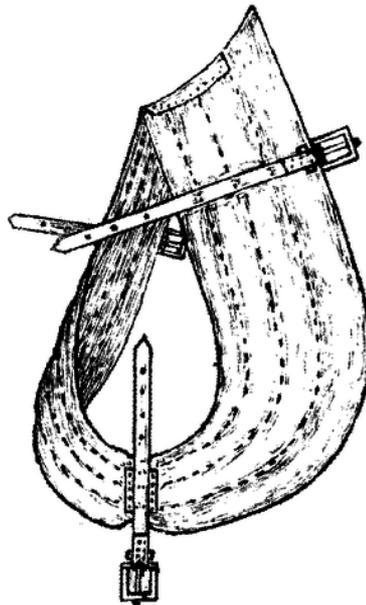
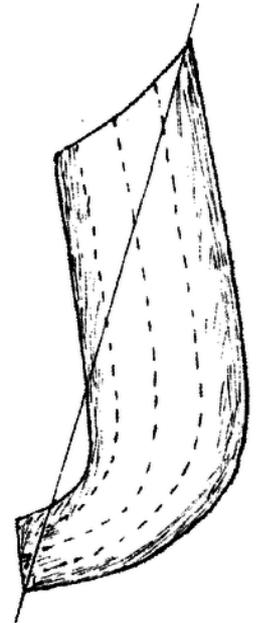

Fig. 1
Fig. 2
**Das Unterkumt.** Unsere heutige Abbildung (Fig. 1) stellt uns ein Unterkumt dar, wie es hauptsächlich beim Train verwendet, d. h. eingeführt ist. Dieses Unterkumt wird wesentlich anders hergestellt, als wie jenes für den privaten Gebrauch. Das Unterkumt wird aus grauem Leinendril angefertigt und mit Reilhaare gefüllt. Man schneide sich vier Teile, wie Fig. 2 zeigt, wovon jeweils zwei Teile mit der Maschine zusammengenäht werden, d. h. oben muss es offen bleiben zur Füllung. Die Grösse der Unterkumte ist verschieden, und zwar Nr. 1 65, Nr. 2 70, Nr. 3 75 und Nr. 4 80 Zentimeter lang. Die Breite ist oben 22, unten 14 und am Zug 24 Zentimeter. Nachdem die vier Teile zu je zwei Teilen zusammengenäht sind, füllt man sie, und zwar so, dass die hintere Wulste stärker gefüllt wird. Man nähe nun die beiden Teile mit Vorderstichen ab, und zwar zuerst die hintere Wulste, welche ziemlich fest sein muss, dann die vordere und zuletzt die mittlere Wulste. Nun muss man beim Zunähen auf die schon genannte Länge bedacht sein. Fig. 2 zeigt uns durch den Strich
an, wie das Unterkumt gemessen wird. Man nähe nun die beiden abgenähten Teile mit festem Faden zusammen und besetze es oben und unten mit einem Lederbelag, dass es einen festen Abschluss bekommt, wie auch in Fig. 1 zu sehen ist. Ferner wird das Unterkumt mit drei Riemen besetzt, wovon die beiden oberen 40 Zentimeter und der untere 32 Zentimeter lang und 20 Millimeter breit sind. Dieselben dienen zum Anschlallen an das Kumt. Die beiden oberen Riemen werden 15 Zentimeter von der oberen Mitte aus gemessen festgenäht, und zwar jeweils zwischen die beiden mittleren Nähte, d. h. wo es abgenäht ist. Der untere kleinere Riemen wird in die Mitte auf den Lederbelag genäht. Das Unterkumt ist nun fertig. Die Hauptsache ist eben dabei, dass es die richtige Länge hat und dass es nicht zu leicht, aber auch nicht zu fest gefüllt wird, mit Ausnahme der hinteren Wulste, welche ziemlich fest sein muss. Die Breite der Wulsten ist: hintere 6 1/2, vordere 3 1/2 und mittlere 4 1/2 Zentimeter.